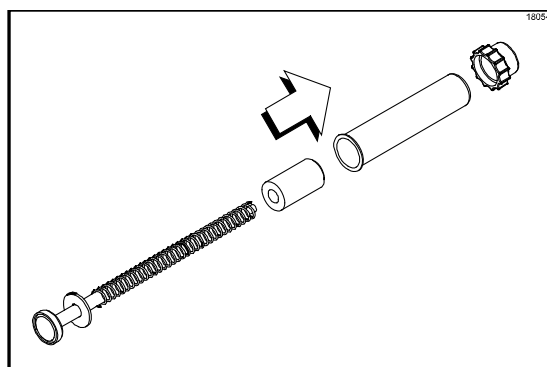

Figure 74
5. Retirer l'écrou du piston, le tube et l'insert de l'assemblage du piston (Cf. Figure 74).